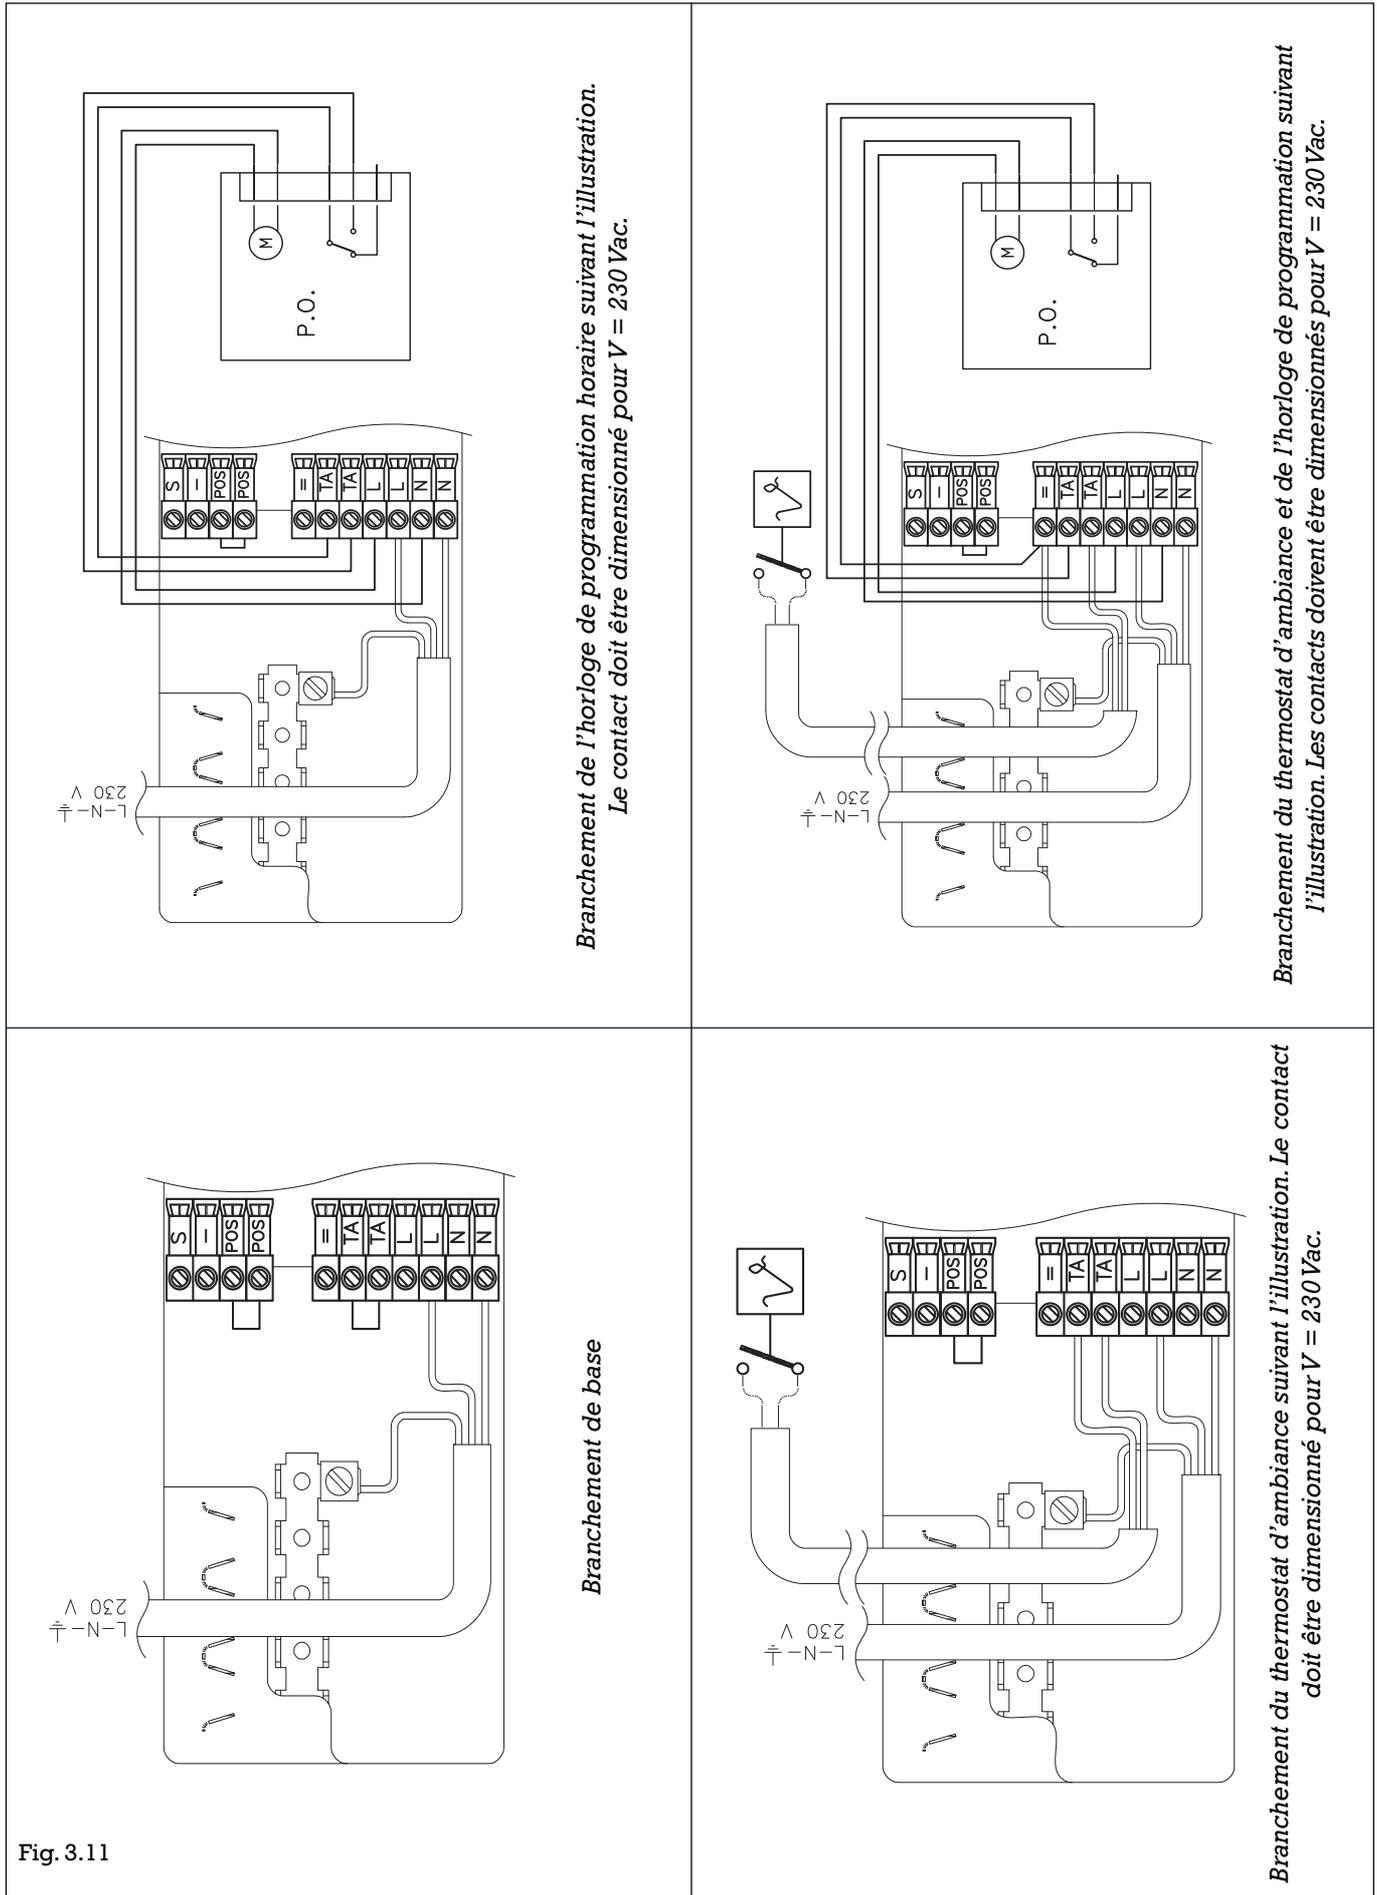

Fig. 3.11
- le thermostat d'ambiance et/ou l'horloge de programmation sont branchés comme indiqué sur les schémas électriques au fig. 3.11.